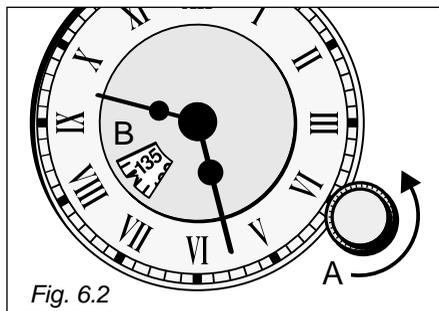

Fig. 6.2
- Impostare il tempo di cottura ruotando in senso orario la manopolina "A" fino a fare comparire nella finestra "B" il tempo desiderato (fig. 6.2)